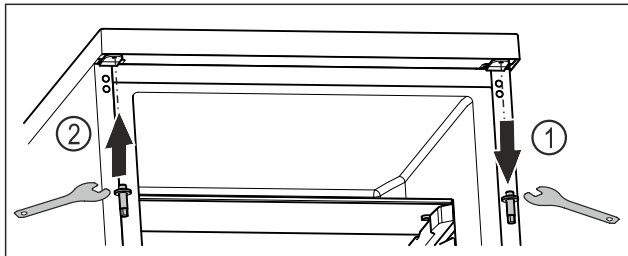

Fig. 15
- ▶ Выкрутите верхний болт ключом с наружным шестигранником. *Fig. 15 (1)*
- ▶ Затяните болт на противоположной стороне ключом с наружным шестигранником. *Fig. 15 (2)*